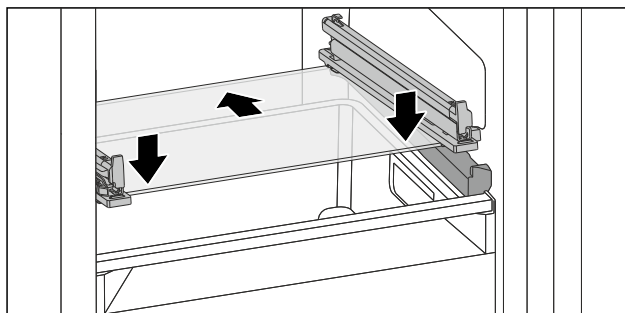

Fig. 134 A lebillenthető fiók üveglapja
- ▶ Helyezze a fiókot ferdén az ütközők mögé. (lásd Fig. 134)